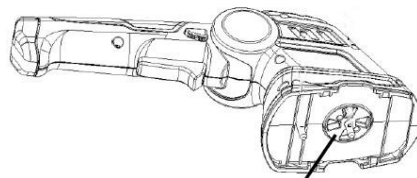

Fig. 2
2. Una vez que haya retirado la cuchilla, podrá ver las ruedas dentadas del engranaje (Fig. 2). Asegúrese de que no entre suciedad en el reductor cuando cambie la cuchilla. Para montar, proceder en orden inverso.